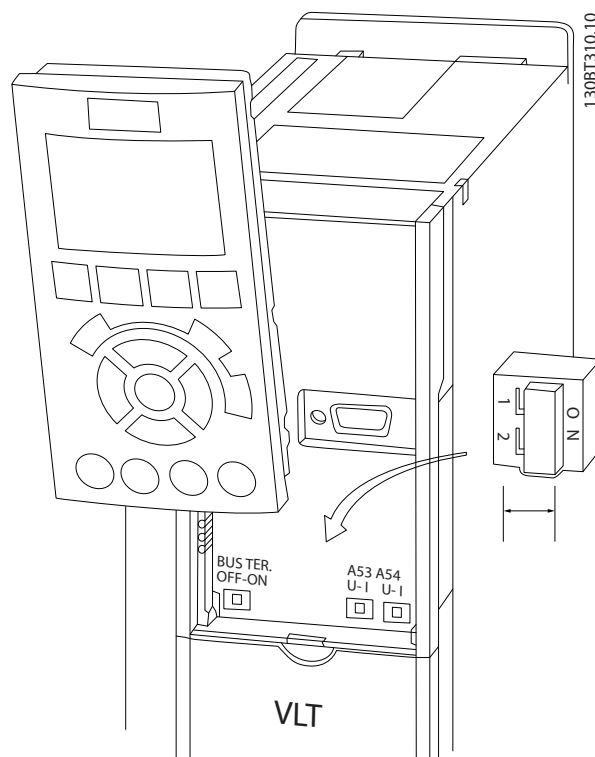

Bild 2.18 Placering av switcharna för plintarna 53 och 54 och busstermineringsswitch
- Switcharna är tillgängliga när LCP har tagits bort (se *Bild 2.18*). Observera att vissa tillvalskort som är tillgängliga för enheten kan täcka över dessa brytare och måste tas bort vid brytarinställningar. Koppla alltid bort ström till enheten innan tillvalskortet tas bort.